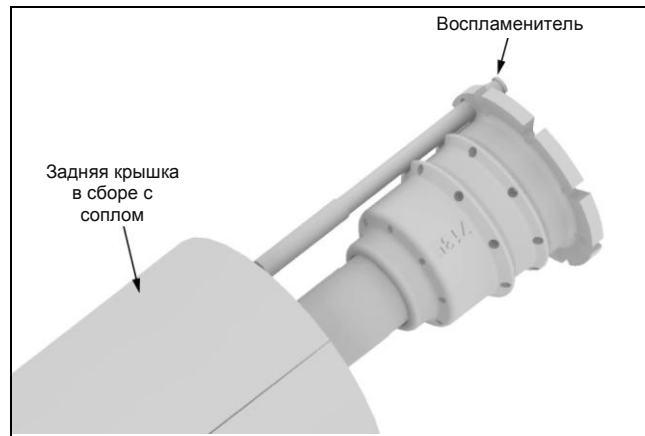

Рис. 3.8
2. Проведите воспламенитель через отверстия в задней крышке и сопле. См. Рис. 3.8.